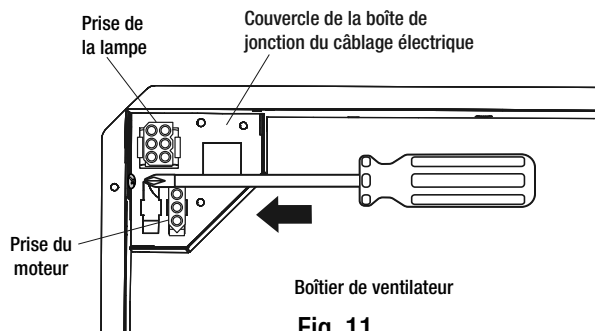

Fig. 11
- Réinstaller le couvercle de la boîte de jonction du câblage électrique sur le boîtier du ventilateur en veillant à ce que tous les raccordements de câble soient entièrement à l'intérieur. Voir la figure 11.